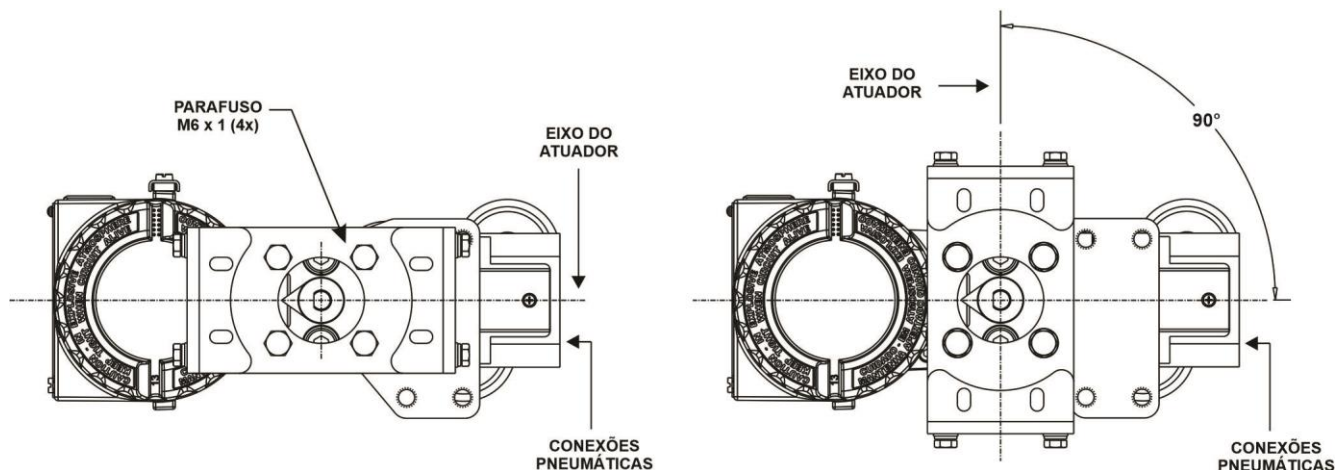

Figura 1.4 – Orientação do conjunto do posicionador em relação ao eixo do atuador
5. Posicione o FY500 no suporte de montagem do atuador e prenda-o com quatro parafusos M6x1 e arruelas lisas e de pressão. Veja a figura 1.4.